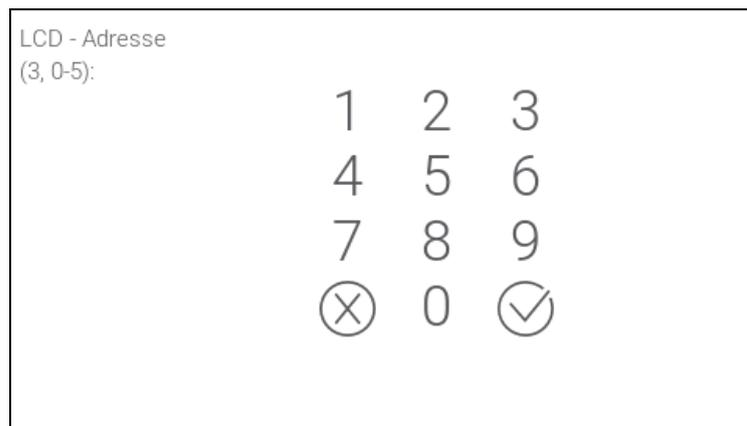

Abb. 12. Einstellung der Adresse.
1. Tippen Sie nacheinander auf     . Es wird die Funktion „BedT.Adressen“ aktiviert. Auf den Displays aller Bedienteile wird die Meldung „LCD-Adresse (n, 0-5)“ [n – Bedienteiladresse; 0-5 – Bereich bedienter Adressen] angezeigt (Abb. 12).